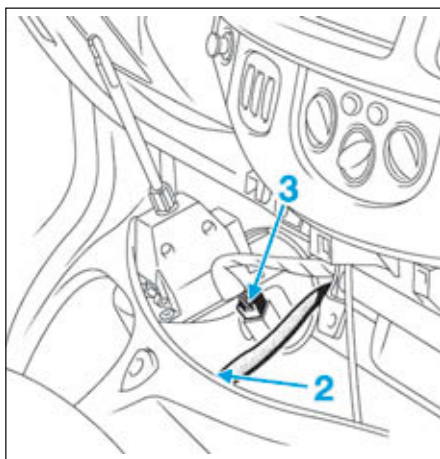

FIG.53
- Débrancher le connecteur (2) (Fig.53) du contacteur de feux de détresse et le connecteur (3) du boîtier de commande de vitesses.